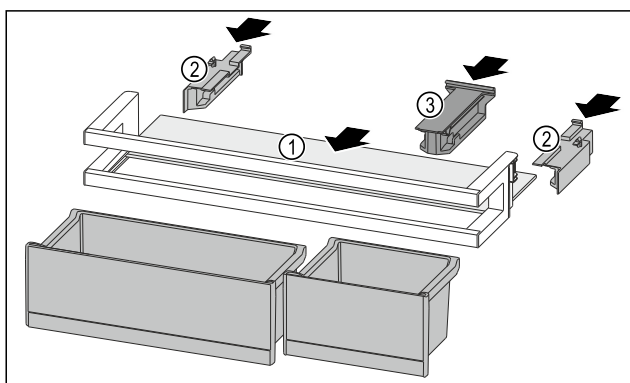

Fig. 135
- Посуньте полицю Fig. 135 (1) у бічні пази.
- Вставте бічні елементи Fig. 135 (2).
- Вставте кріпильний елемент Fig. 135 (3).